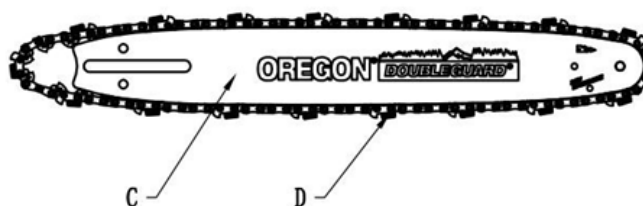

Fig 6
3. Assemblare la catena (D) e la barra (C) come mostrato nella Fig. 6. (Assicurarsi che i denti siano rivolti nella direzione corretta.)